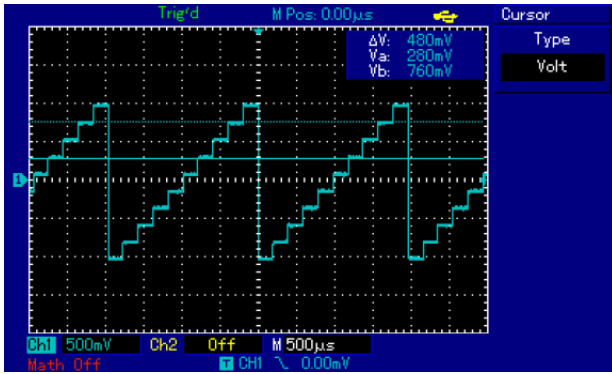

Рисунок 3-6 Курсорное измерение напряжения сигнала
4. Нажмите **[PUSH SELECTED]** для выбора курсора, затем поворотом многофункционального регулятора установите курсор 2 на вершину ступени измеряемого сигнала. В меню курсора автоматически отобразится величина ΔV , то есть величину напряжения ступени (см. Рисунок 3-6).
В меню курсора автоматически отобразится величина 1/ΔT, то есть частота этой точки (см. Рисунок 3-6а).
Рисунок 3-6а Курсорное измерение частоты сигнала